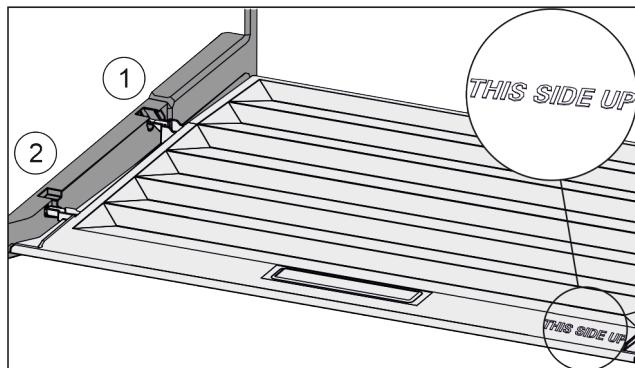

Fig. 151
- Introduceți nervura capacului prin orificiul suportului posterior Fig. 151 (1) și înclicheați-l în față în suport Fig. 151 (2).